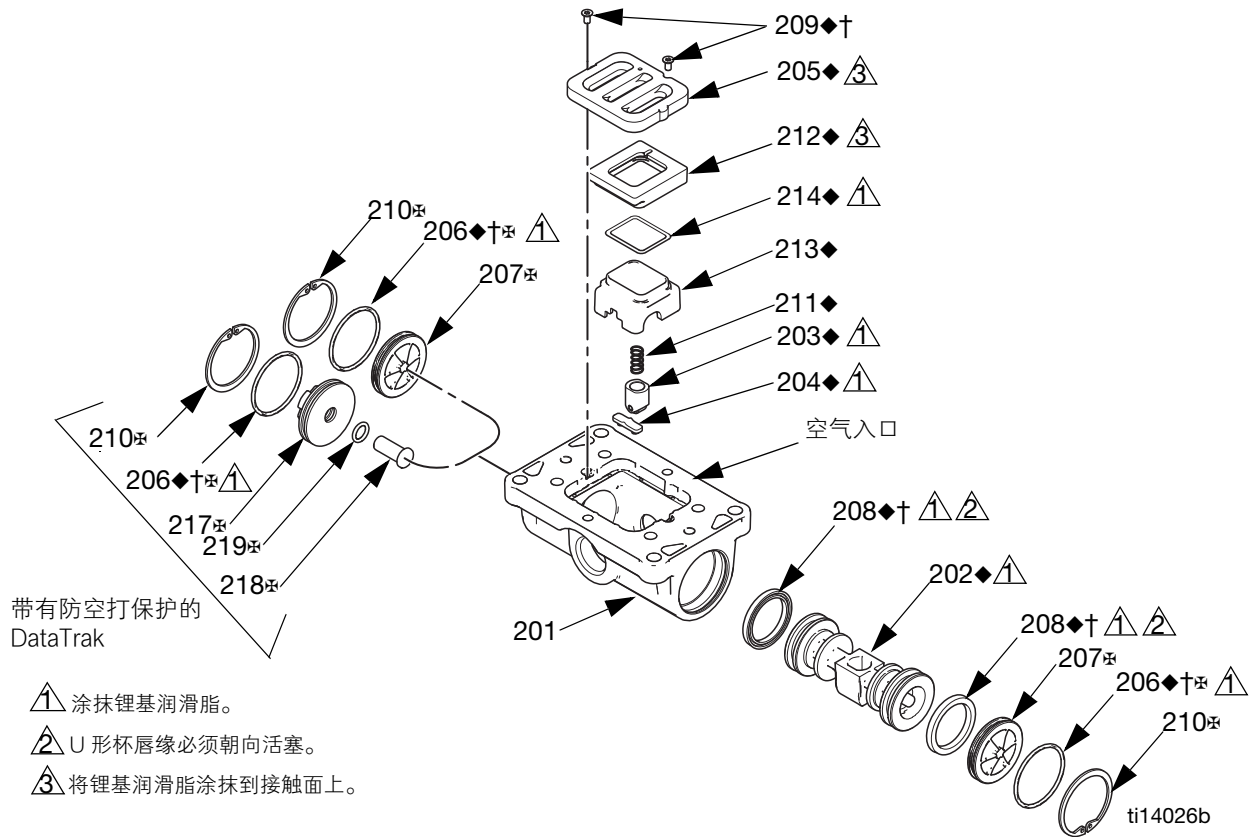

图 4. 空气阀组件
- 参见图 4。使用六角螺丝扳手（T8 用于铝质中心，T9 用于塑料中心），卸下两个螺丝 (209)。卸下阀板 (205)、阀杯组件 (212-214)、弹簧 (211) 和制动组件 (203)。
- 将杯体 (213) 从杯座 (212) 中拔出。卸下杯体上的 O 形圈 (214)。
- 参见图 4。从空气阀两端卸下扣环 (210)。用活塞 (202) 将端盖 (207、217) 从两端推出。卸下端盖 O 形圈 (206)。如果泵组件配有防空打保护电磁阀，则也卸下电磁阀释放按钮 (218) 和 O 型圈 (219)。
- 从活塞 (202) 两端卸下 U 杯密封 (208)，然后卸下活塞。从空气阀体 (201) 上卸下止动凸轮 (204)。